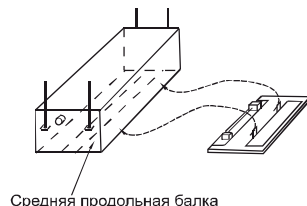

Рис. 10
- Подвесьте панель за петли к средней продольной балке блока смотрите рис. 10.